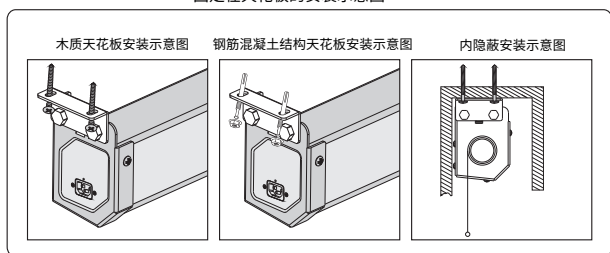

图15
2.用自攻螺丝穿过悬挂顶板顶部相对应的孔位，将悬挂顶板连同银幕一起固定在天花板上。（如图15）